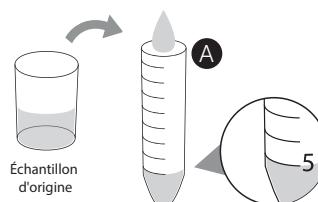

Fig. 2 : transfert de l'échantillon dans l'éprouvette de réaction (A)
**Transfert de l'échantillon dans le TUBE DE RÉACTION (A) (fig. 2) :**
1. Ouvrir le TUBE DE RÉACTION (A)
2. À l'aide d'une pipette stérile, transférer 5mL de l'échantillon original dans le TUBE DE RÉACTION (A).